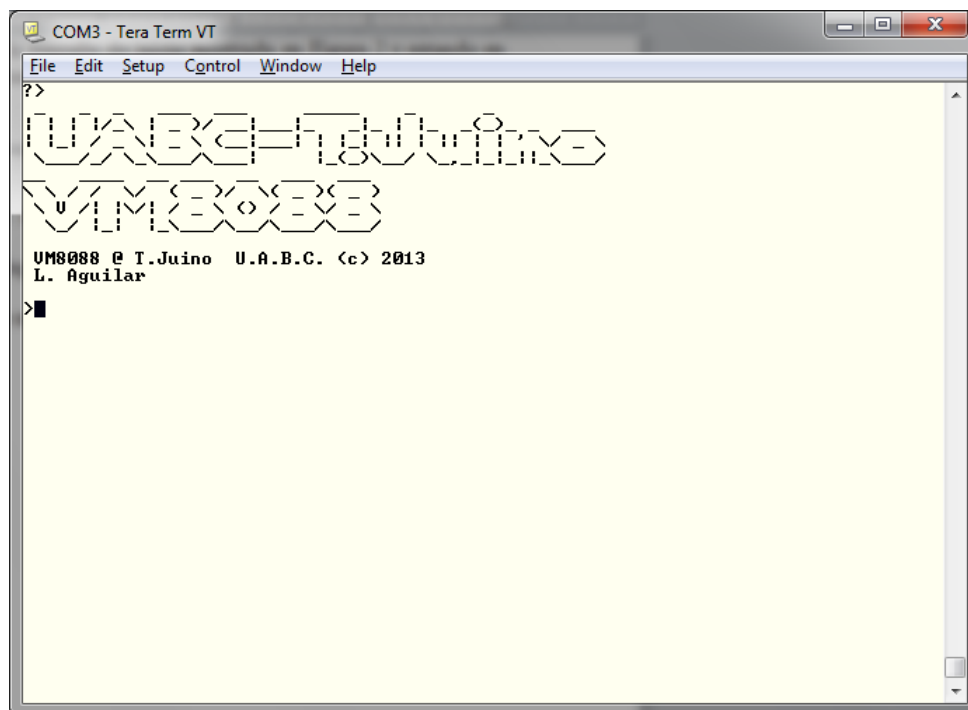

Figura 2. Pantalla del mensaje de inicio del VM8088 y el comando **r** (registers)
- Conecte la tarjeta T-Juino a la computadora personal (PC) mediante el cable USB conecte y asegúrese que haya sido reconocido como un puerto serie.
- El modo monitor presenta la pantalla de inicio mostrada en Figura 2 y estando en ese modo se puede interactuar con el intérprete.